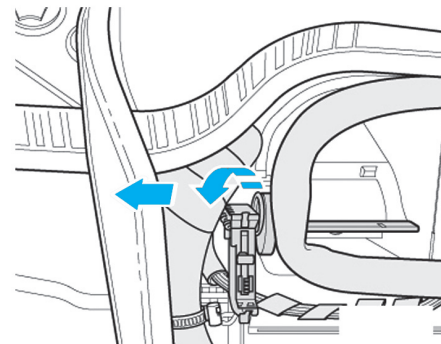

Fig. 24
- Tourner de 90° le transmetteur puis l'extraire (Fig.24).